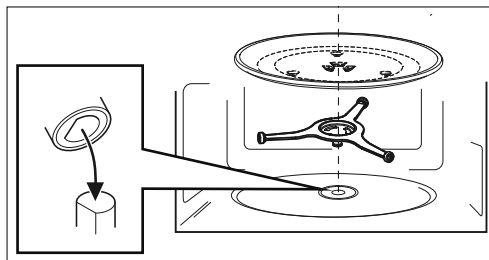

Fig. 4: Inserimento della stella girevole e del piatto girevole
- ▶ Posizionare quindi il piatto girevole al centro della stella girevole (vedere fig. 4), in modo che i montanti del piatto girevole si trovino tra le cavità della stella girevole.